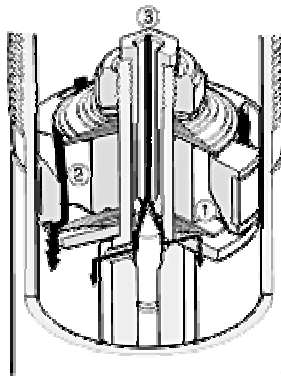

Figura 17. Flujo de aceite a través del pistón durante la carrera de compresión
- **Carrera de compresión** (Figura 17): A diferencia del bitubo el amortiguador monotubo no tiene cámara de reserva. El problema de ubicar el aceite que ocupa el espacio tomado por el vástago al penetrar se soluciona con una cámara de volumen variable. Mediante el pistón flotante se consigue dividir la cámara interior en dos zonas. Una la del aceite, y otra rellena de gas presurizado a una presión que oscila entre 20 y 30 bares. Al empujar el vástago hacia dentro, la presión que ejerce el aceite sobre dicho pistón flotante hace que la zona del gas se comprima, aumentando la presión a ambos lados (gas y aceite). Asimismo el aceite se ve obligado a pasar a través de las válvulas del pistón. La fuerza de amortiguamiento viene dada por la resistencia que oponen dichas válvulas al paso del aceite.
Tanto en la Figura 17 como en la 18 se observa la división que se produce en el flujo del aceite según vaya por el paso permanente (3) o por las válvulas de apertura por presión (1) y (2).